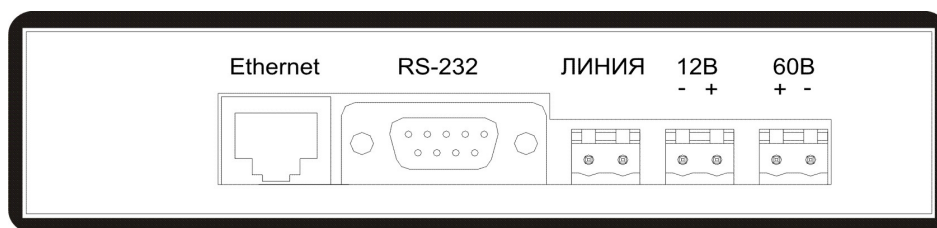

Рисунок 4: 3
4.5. На заднюю панель коммуникатора выведены (см. рис. 4):